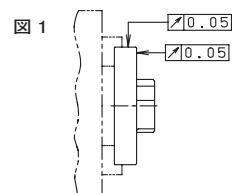

図1
- (1) フランジ外径をチャッキングして図1のように心出しをして加工してください。